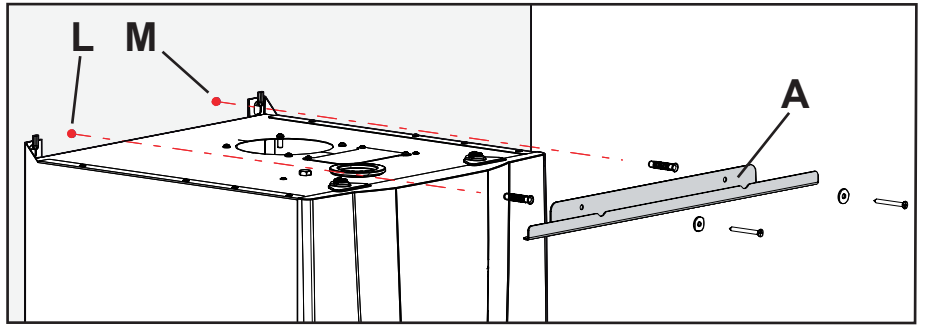

Figura 5-65
- 3 - Assicurare mediante i tasselli forniti nel presente kit, la staffa di fissaggio superiore "A" a muro, come mostra la figura 5-65;